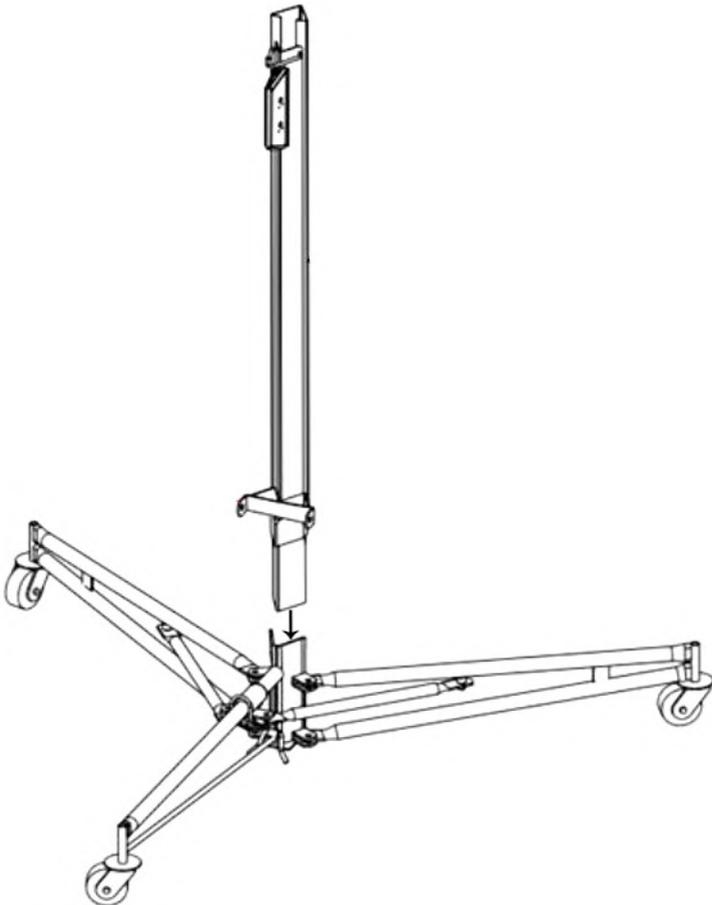

Abbildung 18
- Setzen Sie das Rahmengehäuse auf die beiden "V"-Winkel am Stativfuß und senken Sie den Rahmen ab, bis er durch die Winkel gesichert ist. Bevor Sie fortfahren, vergewissern Sie sich, dass der Rahmen ganz nach unten geschoben ist und von den Winkeln sicher gehalten wird, wie in Abb. 18 gezeigt.